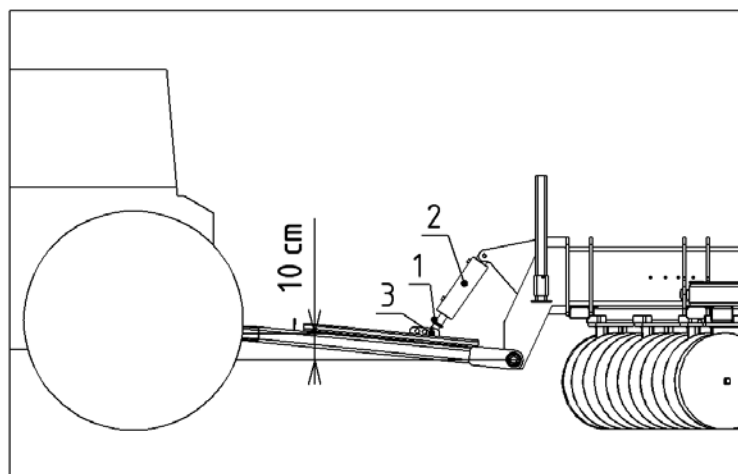

Рисунок 10.
В рабочем режиме точка сцепки с трактором должна быть приподнята на 10 см относительно сцепки с дисковой бороной (рис. 10). После регулировки установить клипсы (1) (рис. 10) различной толщины (25 мм или 38 мм) на шток гидроцилиндра (2) и при помощи перестановки пальца (3) в различные регулировочные отверстия дышла агрегата.
В рабочем режиме рама дисковой бороны должна быть в таком положении, чтобы она находилась параллельно поверхности земли. Это положение рамы регулируется посредством гидроцилиндра дышла (2) (рис. 10) путем выдвижения и складывания его.